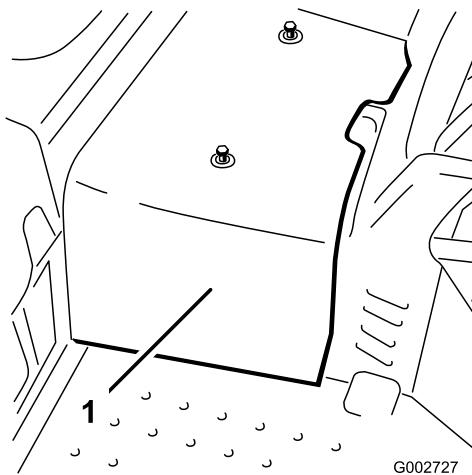

Figura 33
2. Desaperte os dois parafusos que fixam o resguardo central à máquina e retire o resguardo (Figura 33).